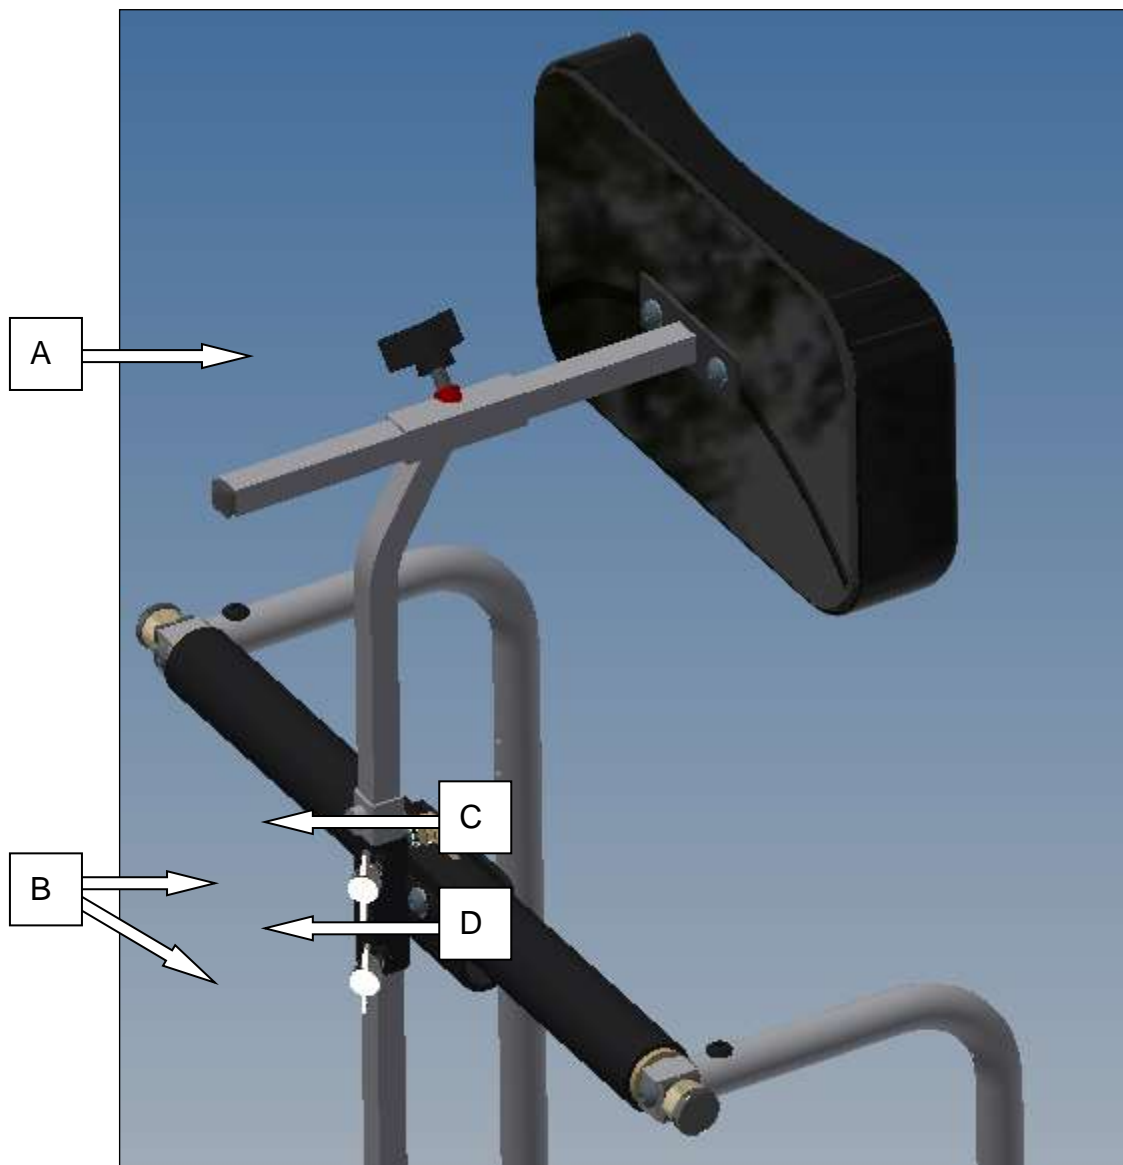

Figure 26-A : Appuie-tête avec support réglable en hauteur et en profondeur
Tourner la poignée (A) pour ajuster la profondeur de l'appuie-tête et sur les deux poignées (B) pour ajuster la hauteur (voir figure 26-A).